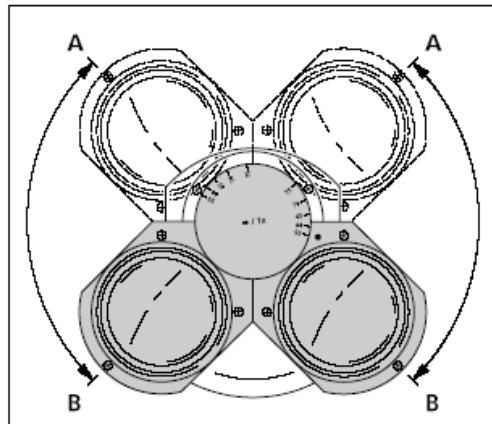

图3-55 校准双目观察筒的观测高度
- 向上（图3-55/A）或向下（图3-55/B）摆动目镜镜筒，按照个人的需要调节观测高度。